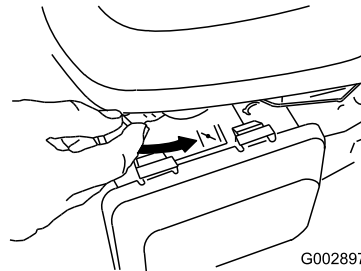

Figura 21
3. Mueva la palanca del estárter a la posición Estárter (Figura 21).